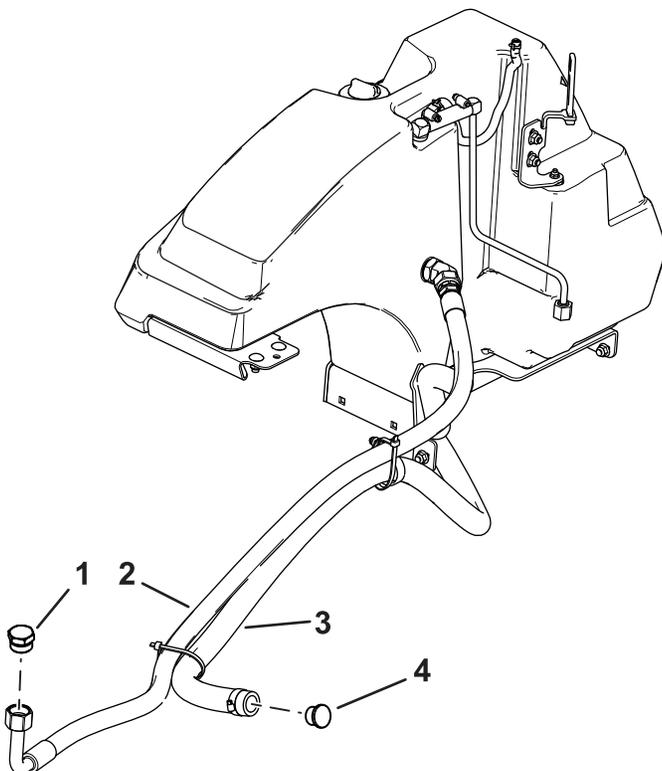

Figura 20
1. Cuando retire el cepillo, instale el tapón metálico en el extremo de la manguera hidráulica lateral, y el tapón de plástico en la manguera del filtro. Consulte la Figura 20.